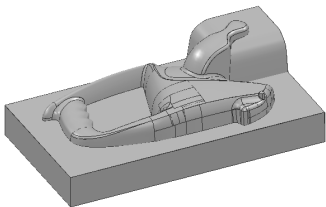

图 5-93 练习题 1) 图
1) 图 5-93 所示凸模零件,含有结构特征和三维曲面特征,计算其加工刀具路径。毛坯为方坯,刀具和切削参数自定义。零件数模在光盘中的存放位置:光盘符:\习题\ch05\xt 5-01.dgk。